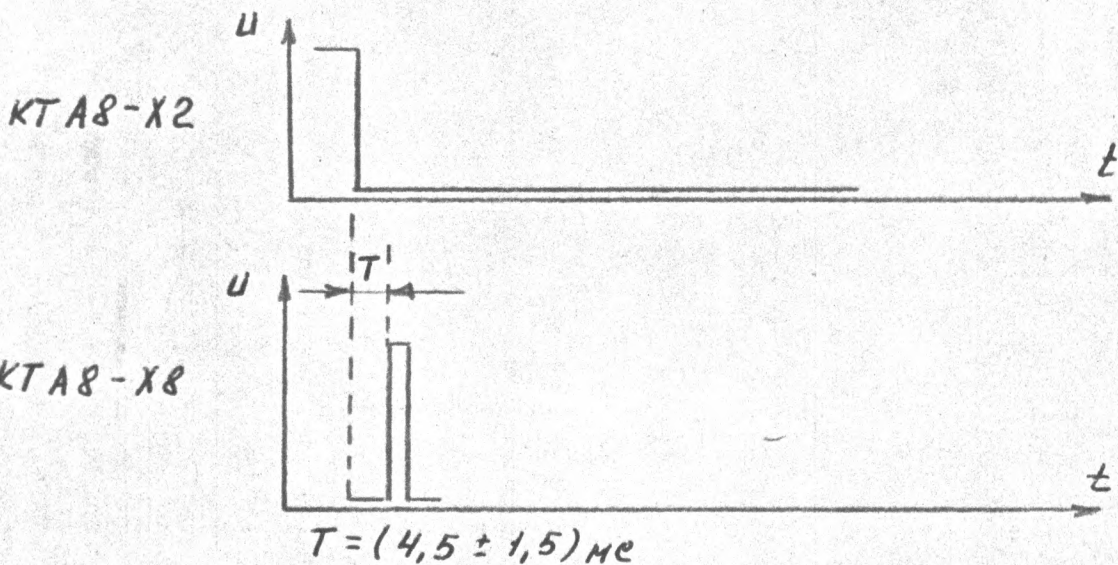

РИС.7.2.
7.5.1.3. ВРАЩЕНИЕМ РЕЗИСТОРА А8-Р23 ОТРЕГУЛИРУЙТЕ ФАЗУ ИМПУЛЬСА < ТРЕКИНГ > В К.Т.А8-Х8 ОТНОСИТЕЛЬНО ОТРИЦАТЕЛЬНОГО ИМПУЛЬСА В К.Т.А8-Х2 ТАК, ЧТОБЫ ВРЕМЕННОЙ ИНТЕРВАЛ "Т" БЫЛ КАК УКАЗАНО НА РИС.7.2.